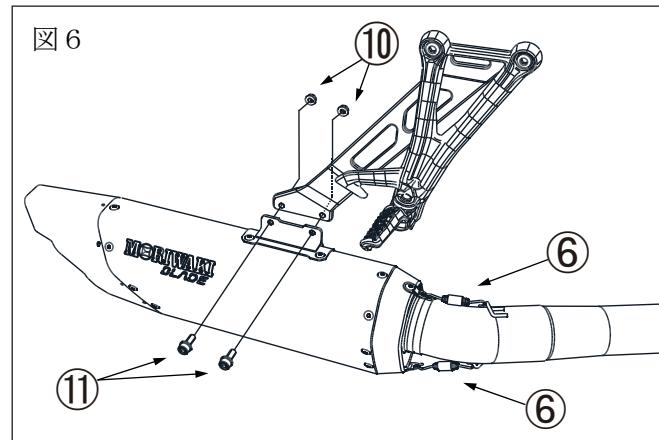

図6
(図6 参照)
- ・スプリングショート (部品⑥) を2ヶ所、取り付けます。 (図6 参照)